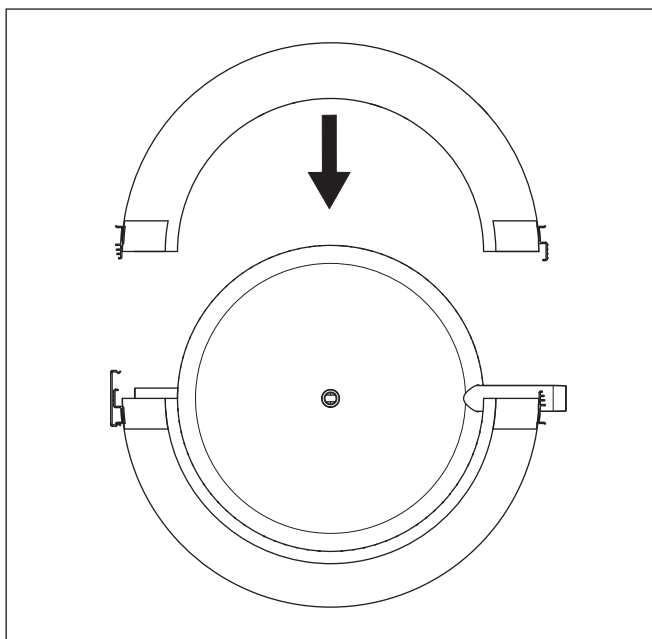

Fig. 4.7 Applicazione del semiguscio di destra (dall'alto)
- Collocare intorno al bollitore tampone quello che, visto dal davanti, è il semiguscio di sinistra, come illustrato nella fig. 4.7.
- Collocare intorno al bollitore tampone quello che, visto dal davanti, è il semiguscio di destra, come illustrato nella fig. 4.7.